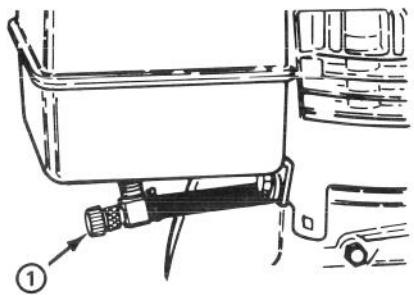

Abbildung 11
Benzinhahn (Abb. 11)—Der Benzinhahn befindet sich unten am Kraftstofftank. Den Benzinhahn schließen, um den Kraftstofffluß vom Kraftstofftank zu stoppen. Den Hahn öffnen, damit das Benzin in den Vergaser fließen kann. Den Benzinhahn schließen, wenn die Fräse nicht im Betrieb ist.
2. Den Benzinhhahn unter dem Kraftstofftank öffnen (Abb. 11).